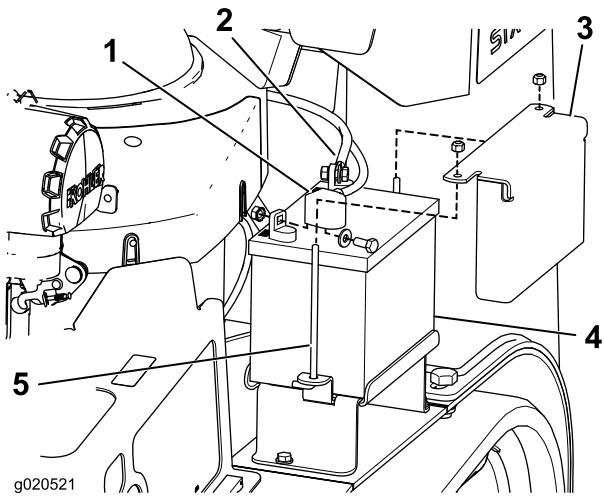

Bild 42
3. Nehmen Sie die Gummiabdeckung vom Minuskabel ab. Klemmen Sie zunächst das Minuskabel vom Minuspol (-) der Batterie ab (Bild 42).
4. Ziehen Sie die rote Polkappe vom (roten) Pluspol der Batterie ab. Ziehen Sie dann das (rote) Pluskabel ab (Bild 42).
5. Entfernen Sie die Befestigungsplatte, die J-Schrauben und die Sicherungsmuttern, mit denen die Batterie befestigt ist (Bild 42) und nehmen sie heraus.
1. Setzen Sie die Batterie in die Maschine (Bild 42).